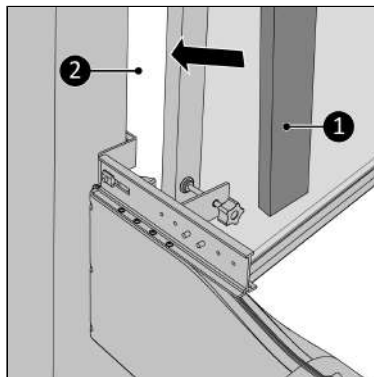

Figuur 22.
16. Draai de klemschroef voorzichtig tegen het raamkozijn aan (Figuur 22, pos. 1).